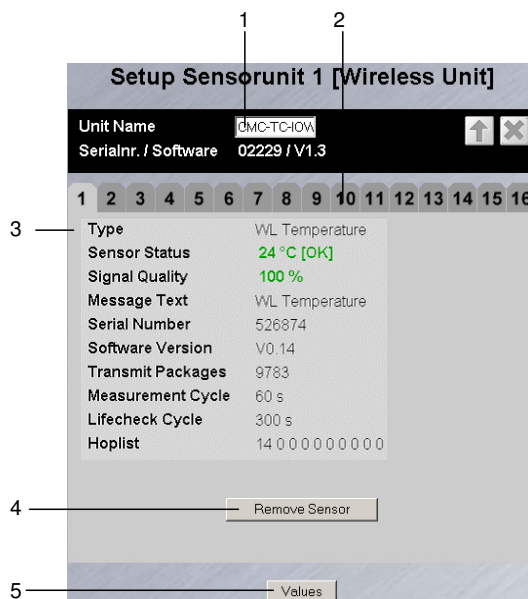

Abb. 26 Sensorinformation
- 6 Erweiterte Konfiguration, vgl. Sensorkonfiguration Abb. 26